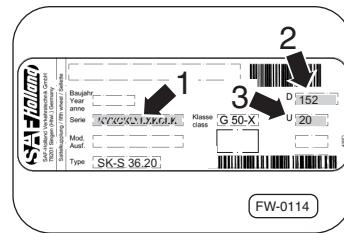

Fig. 1 · Plaque d'identification
- le respect des limites des performances =>Fig. 1 du produit,